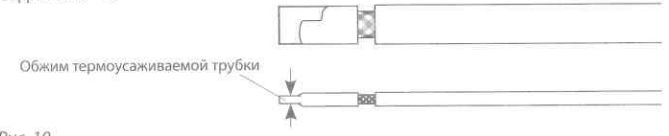

Рис. 10
5.2.3. Термоусадить термоусаживаемую трубку с клеевым слоем длиной 35 мм с помощью воздушного термопистолета горячим воздухом и сразу обжать свободный конец трубки плоскогубцами (см. рис. 10). Температуры усадки 250 °С.